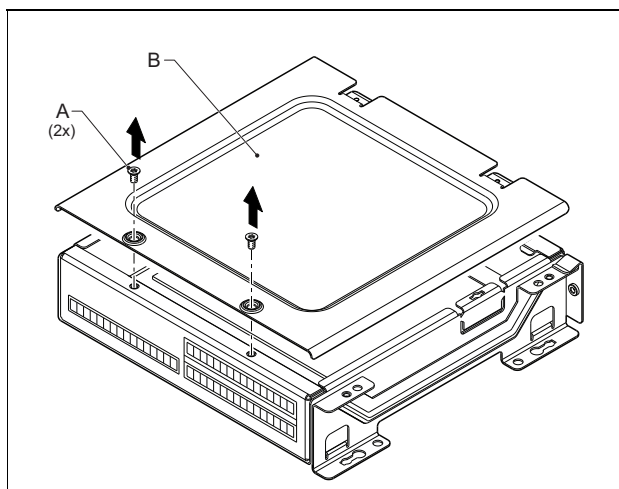

figure 20.8: Retrait du cache de module
- 1 Retirez les vis (A) de chaque module et enlevez le cache supérieur (B) en le faisant glisser (voir figure 20.8).